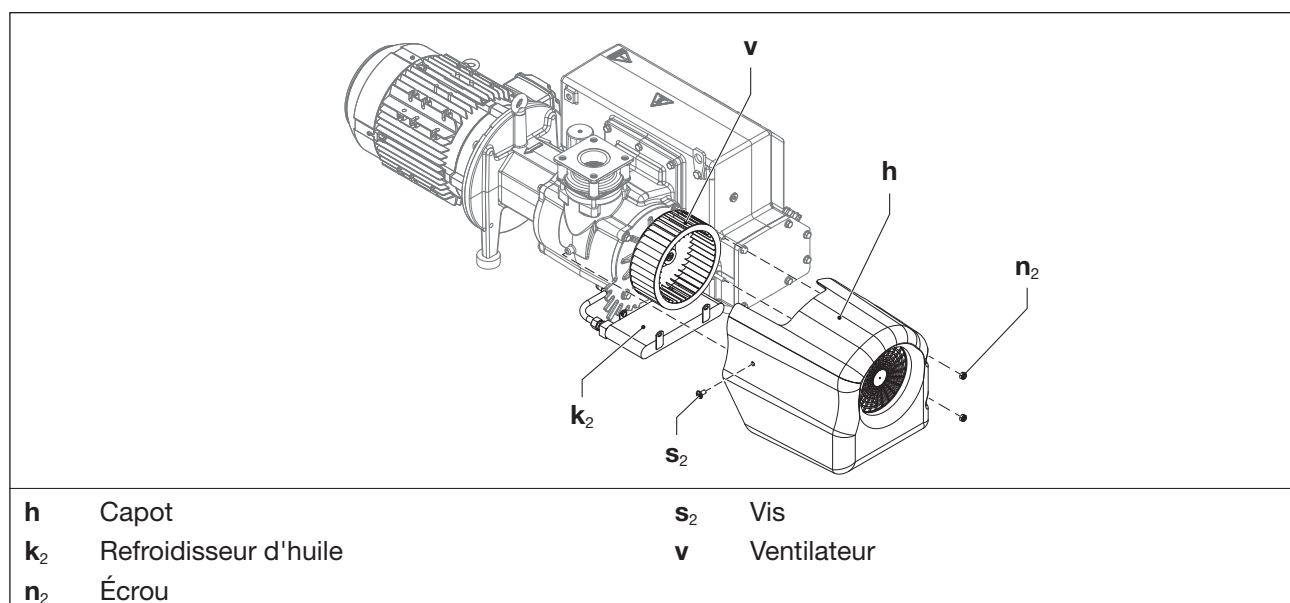

Fig. 9 Refroidisseur d'huile
- Desserrez une vis (Fig. 9/s₂) et deux écrous (Fig. 9/n₂) sur le capot.
- Retirez le capot (Fig. 9/h) de la pompe.
- Nettoyez le refroidisseur d'huile (Fig. 9/k₂) par soufflage, puis nettoyez-le de l'extérieur (passez un chiffon humide).
- Nettoyez/nettoyez par soufflage le ventilateur (Fig. 9/v) et contrôlez s'il présente des dommages. Utilisez la machine seulement si le ventilateur est en parfait état du point de vue technique.
- Nettoyez / nettoyez par soufflage les fentes d'aération sur le capot (Fig. 9/h).
- Remontez le capot sur la pompe et fixez-le avec la vis (Fig. 9/s₂) et les écrous (Fig. 9/n₂). Couple de serrage : 5 Nm